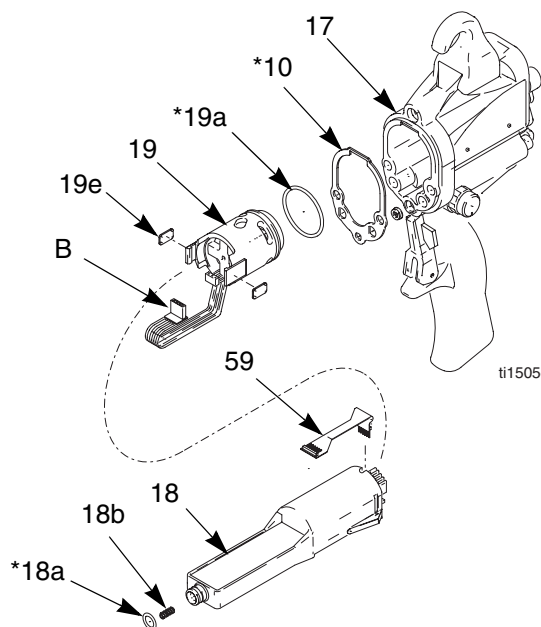

Fig. 18 Bloc d'alimentation électrique et alternateur de la turbine
- Saisir le bloc d'alimentation électrique (18) à la main. Dégager de la crosse du pistolet (17) l'ensemble bloc d'alimentation électrique/alternateur en le faisant osciller de côté, puis l'extraire avec précaution. *Sur les modèles intelligents uniquement*, débrancher le circuit du flexible (59) du support qui se trouve en partie supérieure de la crosse (17). Voir FIG. 18.
- Débrancher le connecteur 3 fils (B) du bloc d'alimentation électrique. Faire coulisser l'alternateur vers le haut et le retirer du bloc d'alimentation électrique. S'assurer de l'absence de dommage en examinant le bloc d'alimentation électrique et l'alternateur. *Sur les modèles intelligents uniquement*, débrancher le circuit du flexible à 6 broches (59) du bloc d'alimentation électrique.